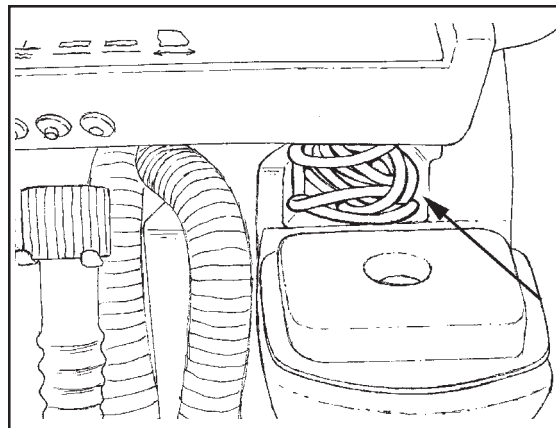
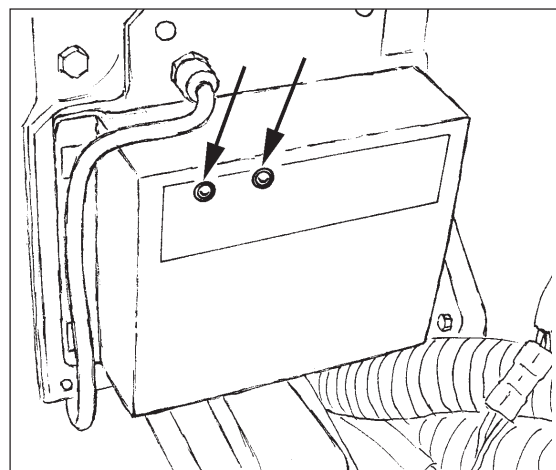

Abb. 16
Abb. 17
5. Die Encore 17 verfügt über ein eingebautes Ladegerät, das sich hinter dem Schmutzwassertank befindet (siehe Abb. 17). Das Ladegerät ist eine dreistufige Einheit, die zur Maximierung der Lebenszeit der Batterie dient. Das Wechselstromkabel zum eingebauten Ladegerät befindet sich in einem Ablagefach unter dem Bediengriff an der Rückseite der Maschine (siehe Abb. 16). Ziehen Sie das Kabel aus dem Ablagefach.
- **Absorption** - In der Absorptionsphase leuchten die roten und grünen Lampen am Ladegerät auf (siehe Abb. 17). Das Ladegerät wahrt eine konstante Voltspannung, während die Batterien die Ladung bei optimaler Geschwindigkeit absorbieren.
- **Pufferbetrieb und Wartung** - In der Wartungsphase erlischt am Ladegerät die rote Lampe und nur die grüne Lampe leuchtet auf (siehe Abb. 17). In dieser Phase legt das Ladegerät eine niedrigere, genau dosierte Voltspannung an, um die volle Ladung zu wahren und ein Entladen zu verhindern.
8. Trennen Sie das Stromkabel des Ladegeräts von der Wandsteckdose, bevor Sie das Maschinenbedienpanel an der Maschine einschalten. Verstauen Sie das Ladegerätkabel im Fach unter dem Bediengriff (siehe Abb. 16).